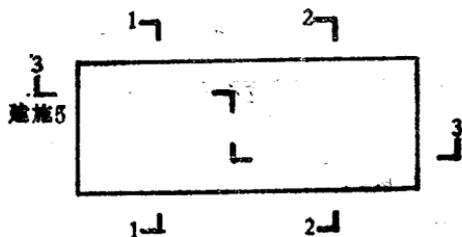

图1-5 剖切线用法
②剖切线 表示剖切位置和剖视方向。在图中按顺序用阿拉伯数字连续编号，其编号根据剖视方向注在剖切线一侧。图1-5中“2-2”剖切线表示人站在右侧向左看。需转折的剖切，以一次转折为限（图1-5中“3-3”）。